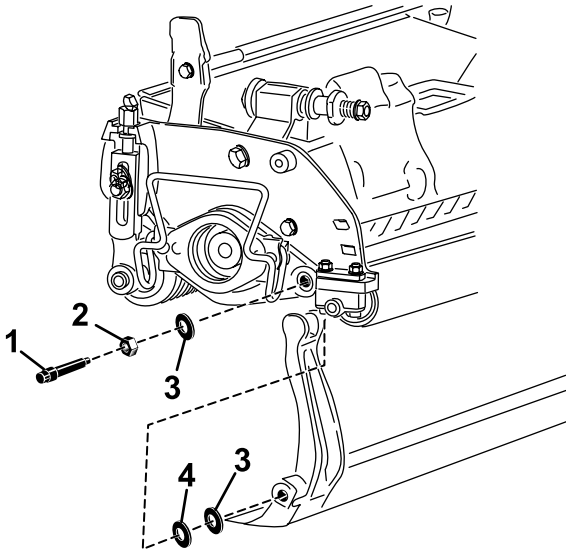

图 15
取下底刀架两端的 2 个尼龙垫圈和 1 个钢垫圈图 15。
3. 将尼龙垫圈放在侧板凸起的一侧。在两个尼龙垫圈的外侧各放一个钢垫圈 图 15。